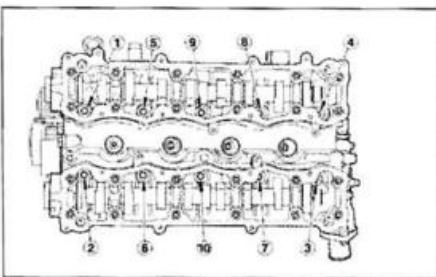

FIG. 34
- los tornillos de culata en el orden indicado (fig. 34).